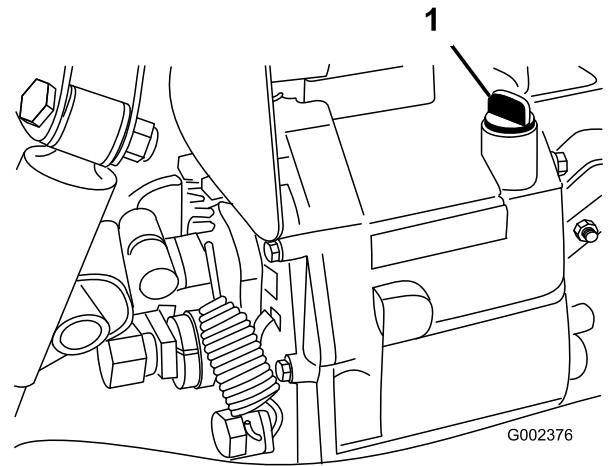

Figura 66
4. Curățați zona din jurul jojei (Figura 66).